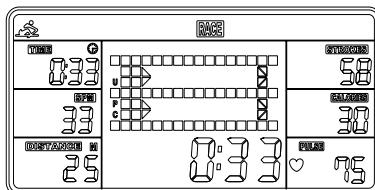
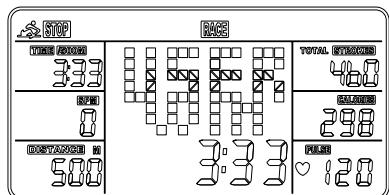

Fig. 6
Fig. 7
A. Pulse el botón de START para iniciar y STOP desaparecerá. USER (USUARIO) y PC se mostrarán en la matriz (Fig. 6). La computadora se detendrá cuando el usuario o la computadora haya alcanzado la distancia de carrera que se estableció. A continuación, la matriz muestra "PC WIN" ("GANA LA PC") o "USER WIN" ("GANA EL USUARIO") (Fig. 7).